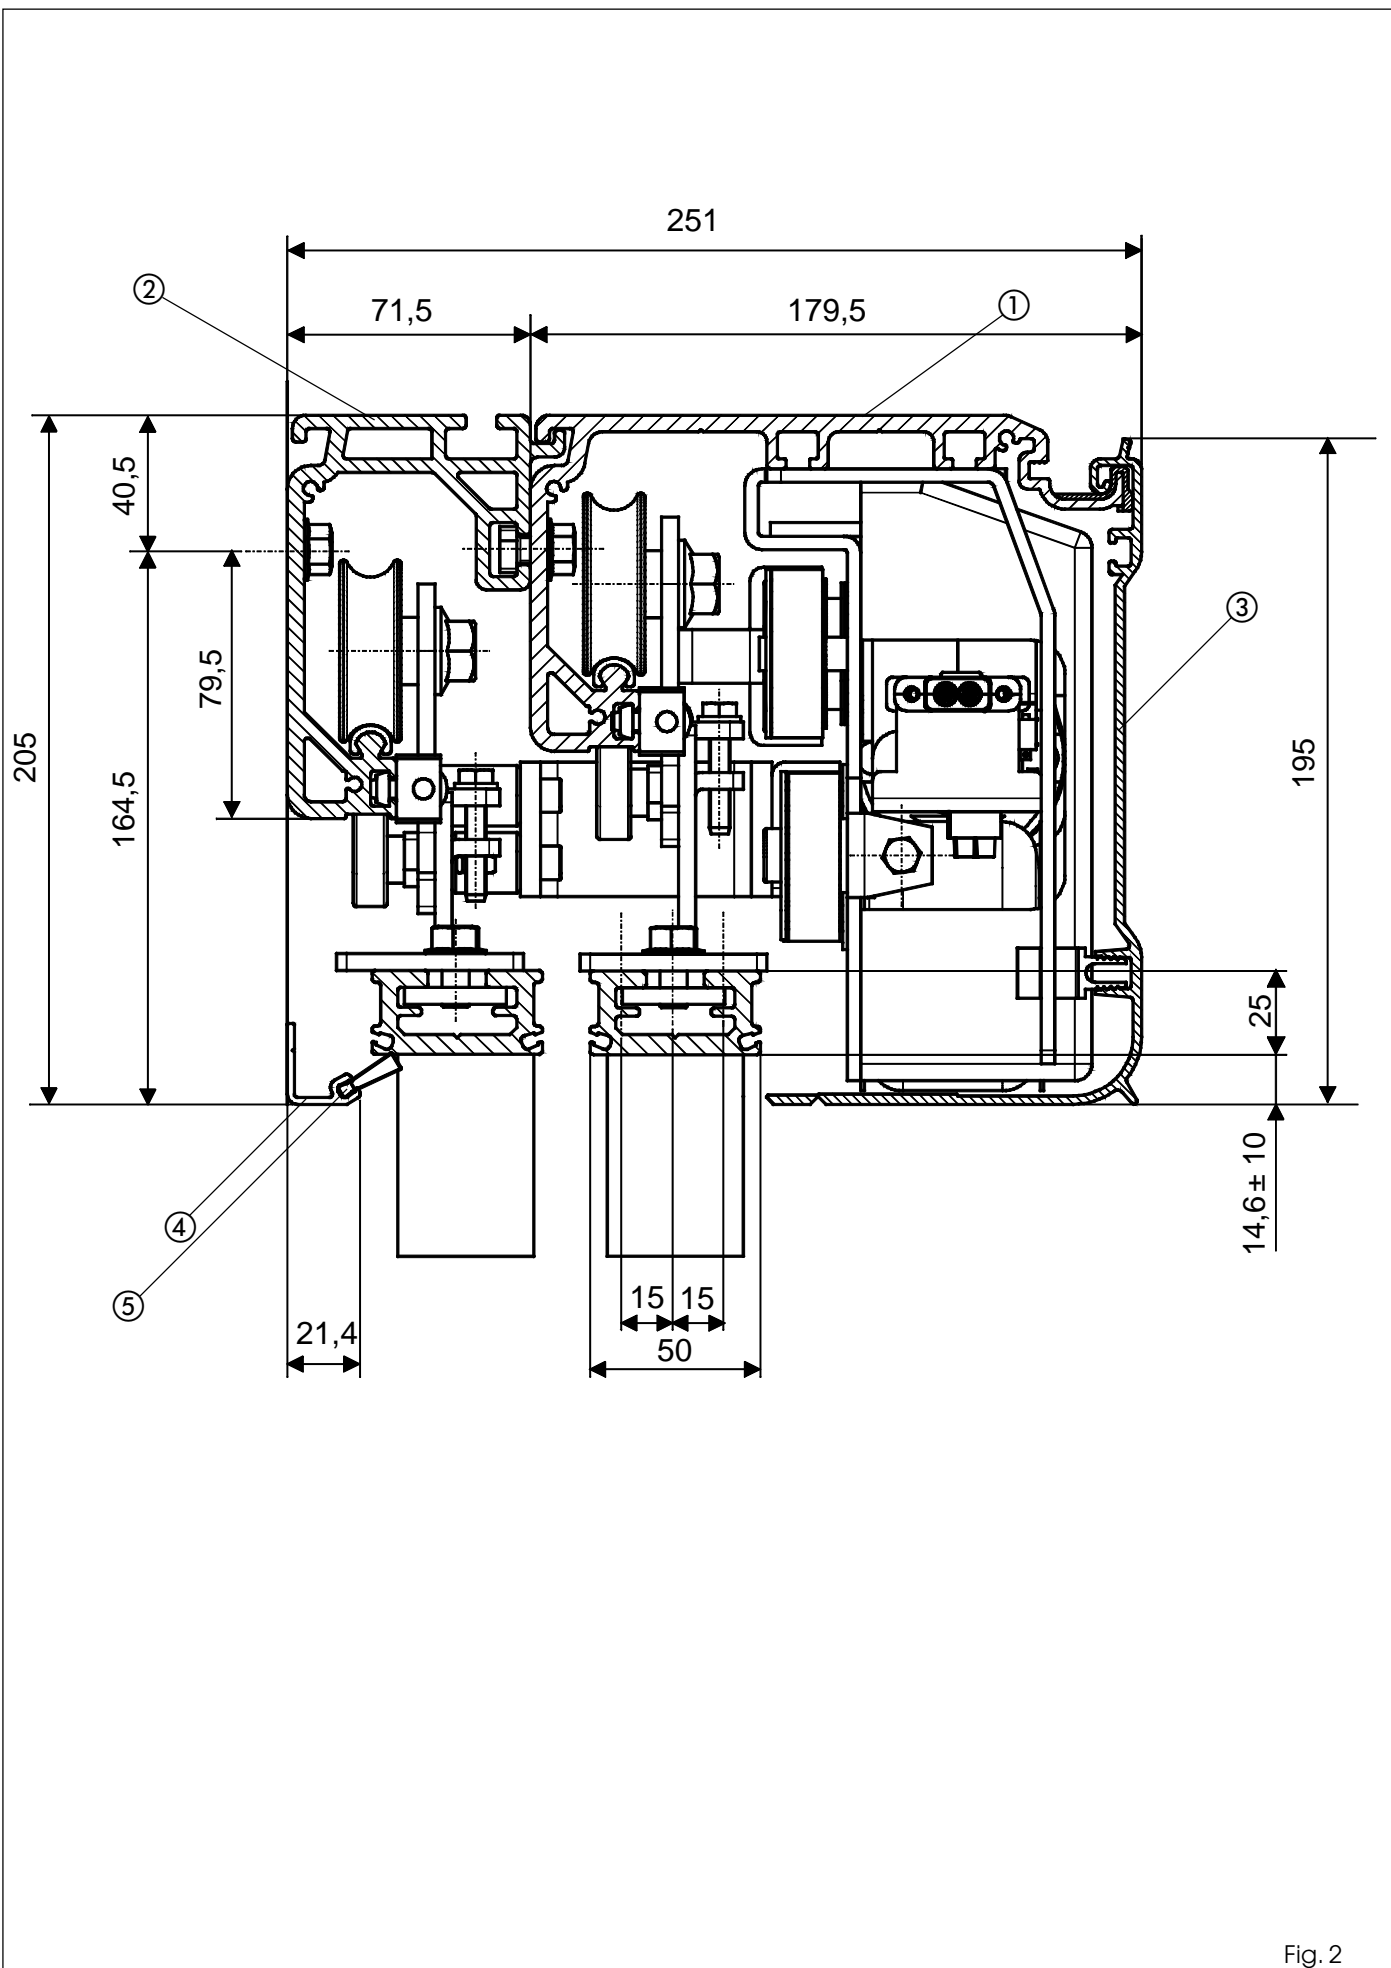
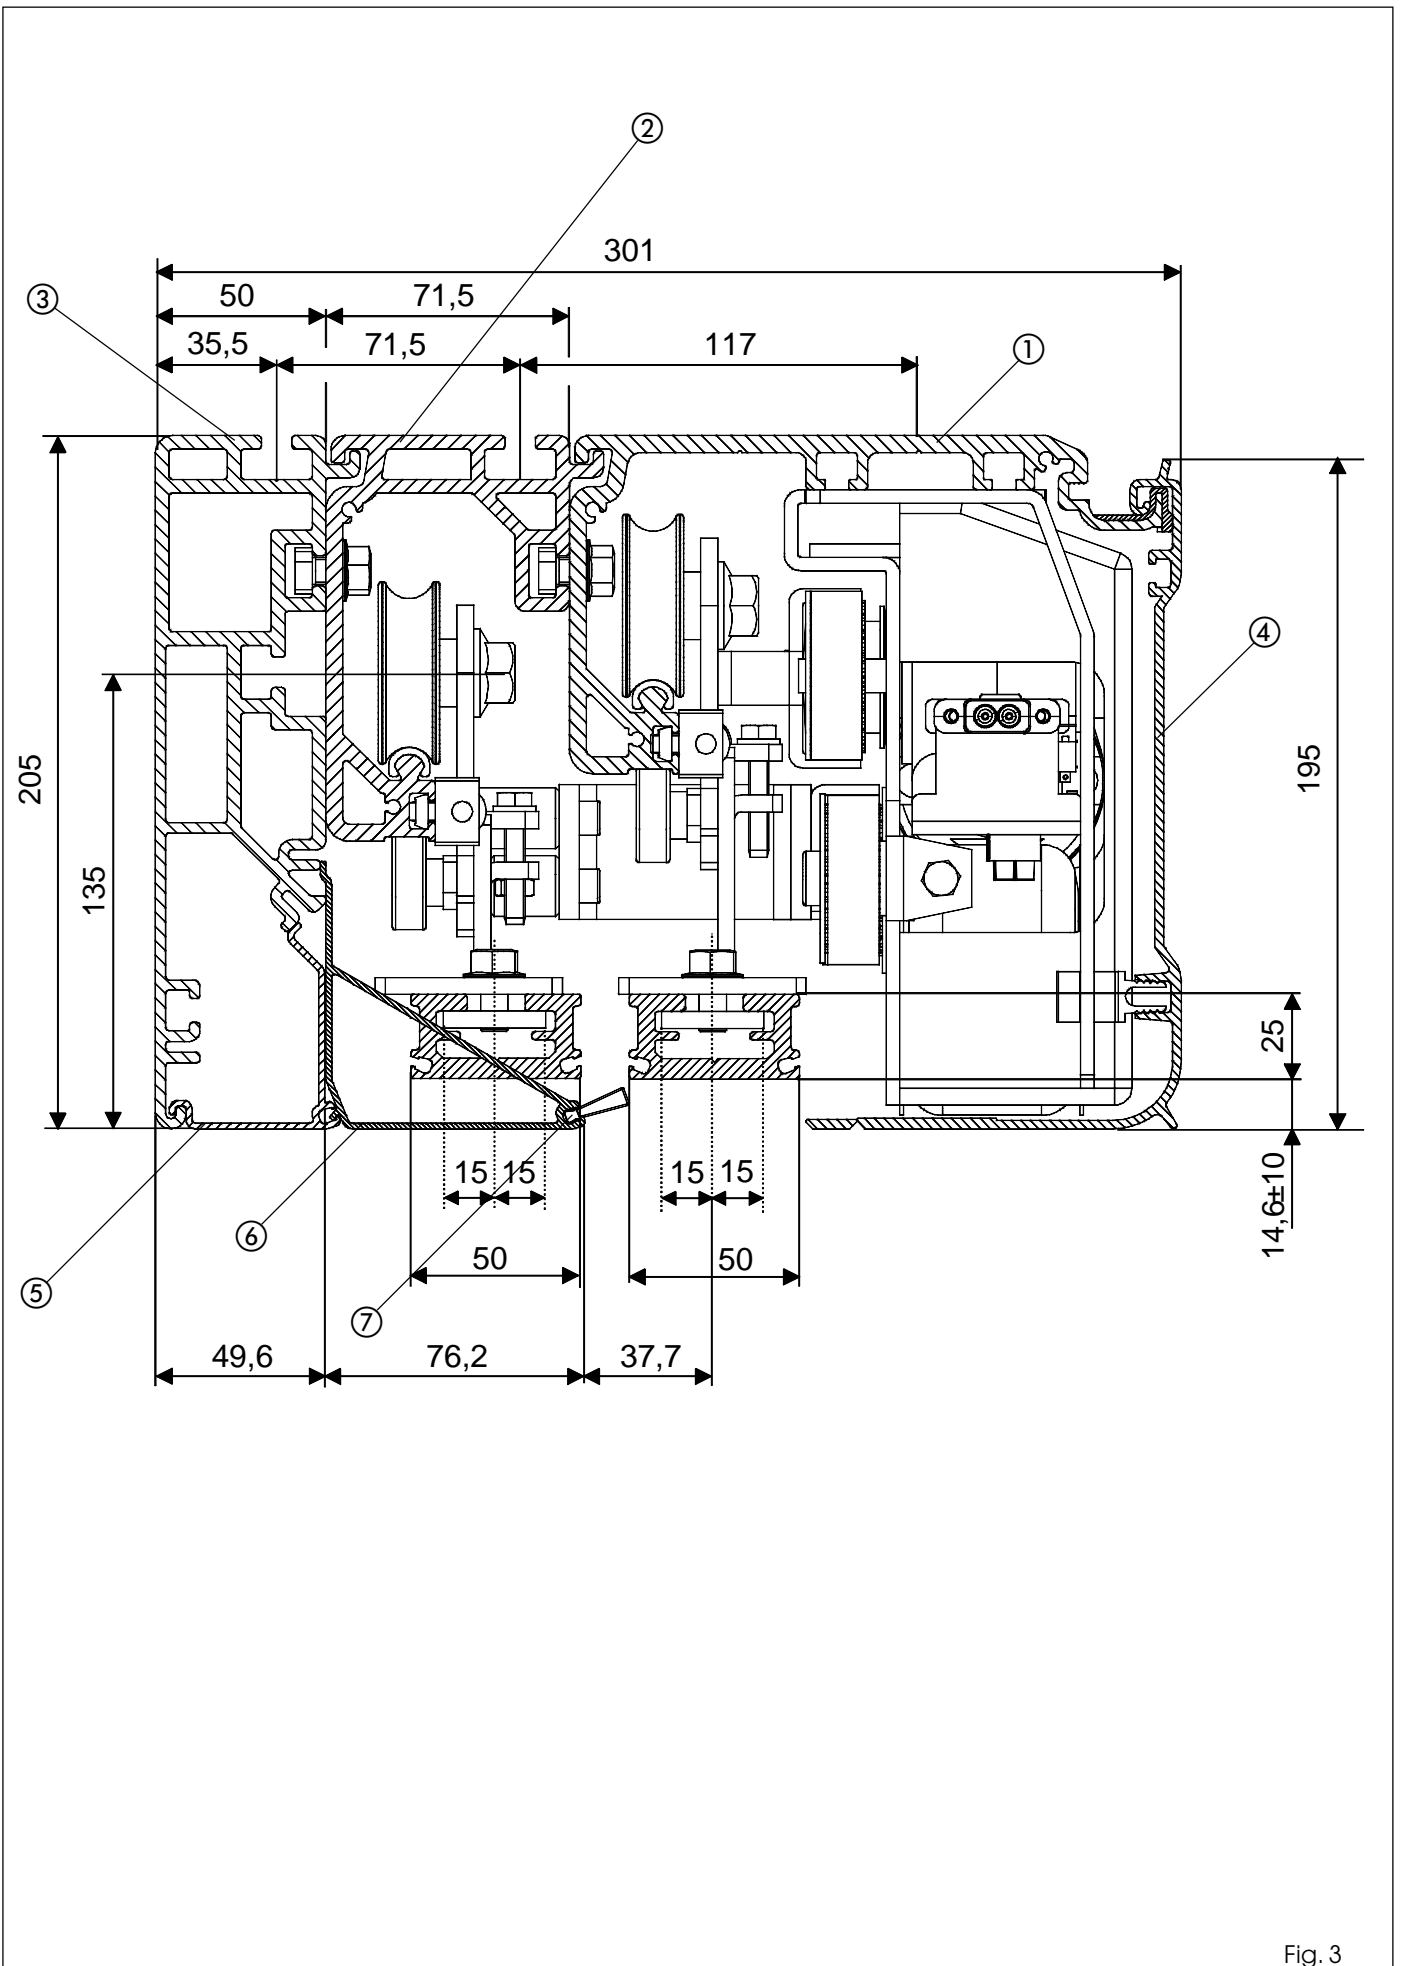

Fig. 2
Fig. 3
### Perfil SM (fig. 2 y 3 ref. ①)
### Perfil SMA (fig.3 ref. ③)
### Cárter frontal (fig. 2 ref. ③ y fig. 3 ref. ④)
### Perfil de cierre (fig. 2 ref. ④)
### Perfil de cierre para autoportante (fig.3 ref. ⑤)
### Perfil de cierre para telescópica (fig. 3 ref. ⑥)
### Cepillo para perfiles de cierre (fig. 2 ref. ⑤ y fig. 3 ref. ⑦)